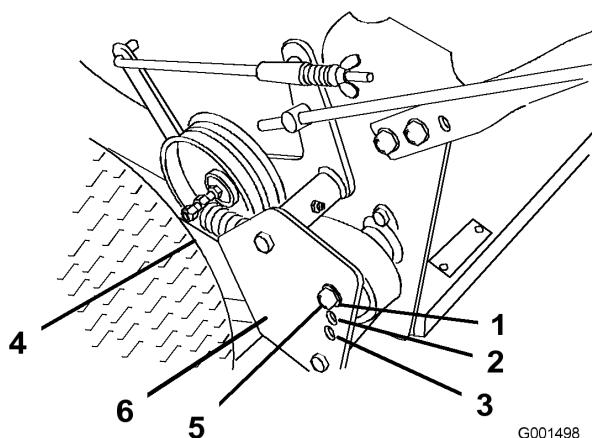

Figura 9
4. Retire el muelle de transmisión del perno de ajuste (Figura 9).
- Retire la contratuerca que sujeta el perno de ajuste al deflector de la polea de transmisión (Figura 9).
- Nota:** La tensión de la transmisión de las ruedas es menor en la Posición A. La tensión aumenta en las Posiciones B y C (Figura 9).